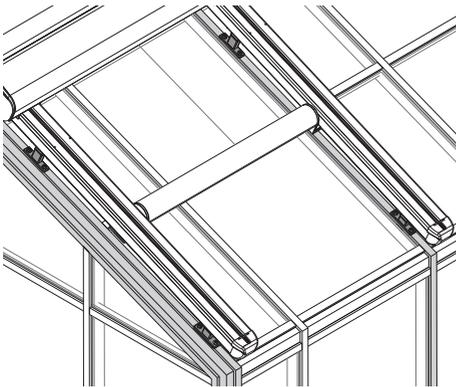

Fig. 24: Vérifier le raccord vissé
4. Brosser ou aspirer les glissières (Fig. 24) et le chariot de guidage.